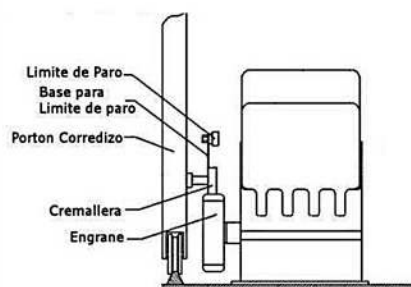
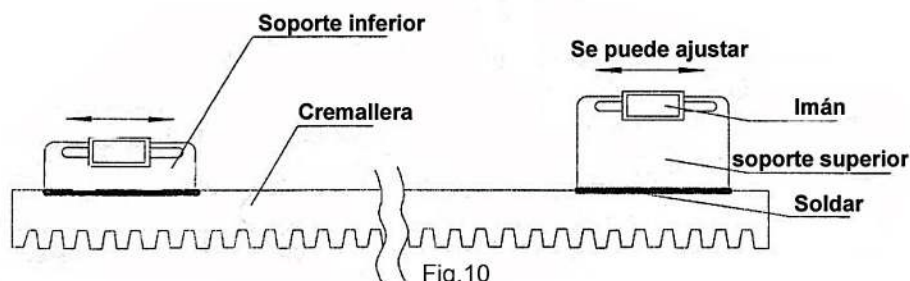

Fig.9
Fig.10
- El Límite de Paro Magnético (Base e Imán). Las Bases e Imanes deben Quedar Instalados como se muestra en la (Fig.9) y la (Fig.10). El Límite de Paro Magnético (Base e Imán) son usados para Controlar el Recorrido y la Posición del Portón.